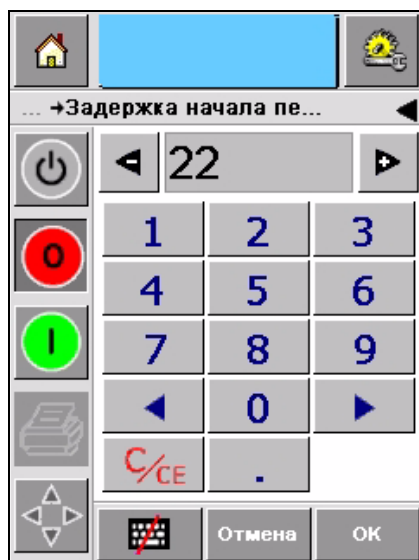

Рисунок 5-16: Задержка начала печати - Клавиатура
- Нажмите пиктограмму Клавиатура и введите новое значение (Рисунок 5-16 на странице 5-12).